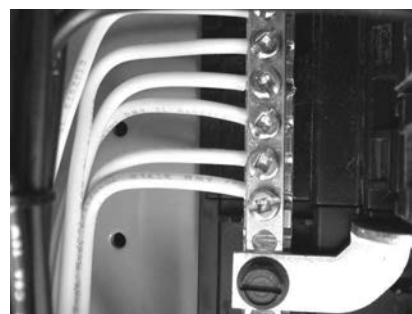

Figure 4
2. Dénudez environ 5/8" de l'extrémité du fil blanc. Repérez la barre neutre et dévissez partiellement une vis de borne de la barre. Insérez l'extrémité dénudée du fil dans le côté de la barre sous la tête de la vis et resserrez-la. (Figure 4)